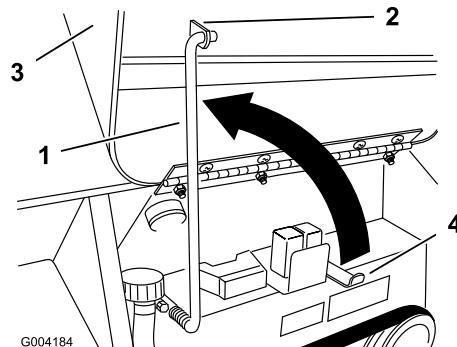

Figura 22
4. Suba la varilla de soporte y engáñchela en el soporte del capó (Figura 22).